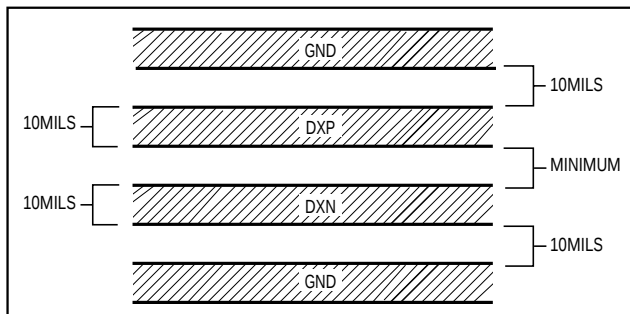

図2. 推奨DXP/DXN PCトレース
- 4) DXP-DXNトレースの両側でガードトレースをGNDに接続して下さい(図2)。ガードトレースが所定の位置にあれば、高電圧トレースの近くに配線しても問題はありません。
- 7) 広いトレースを使用して下さい。狭いトレースは誘導性が強く、放射ノイズを拾いやすくなります。図2で推奨されている0.25mmの幅と間隔は必ずしも必要ではありません(これによるリーク電流とノイズの改善は僅かです)。しかし、可能な限りこれに従って下さい。